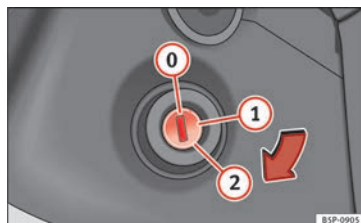

Fig. 125 Posiciones de la llave del vehículo.
Llaves del vehículo » fig. 125
3.	Sólo en los vehículos con motor diésel: para el precalentamiento, gire la llave en la cerradura de encendido a la posición »» fig. 125 ① . En el cuadro de instrumentos se ilumina el testigo de control ⚡.